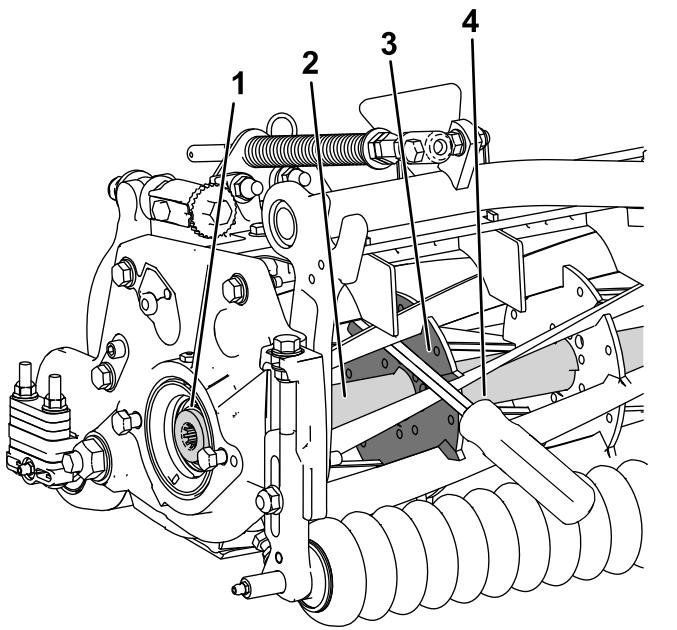

Figura 32
1. Insira um espião de cabo longo (recomendado $\frac{3}{8}$ x 12 pol. com pega de chave de parafusos) através da frente do cilindro de corte, o mais próximo do lado da unidade de corte que irá apertar (Figura 32).
2. Coloque o pé de cabra contra o lado soldado do reforço interno do cilindro de corte (Figura 32).